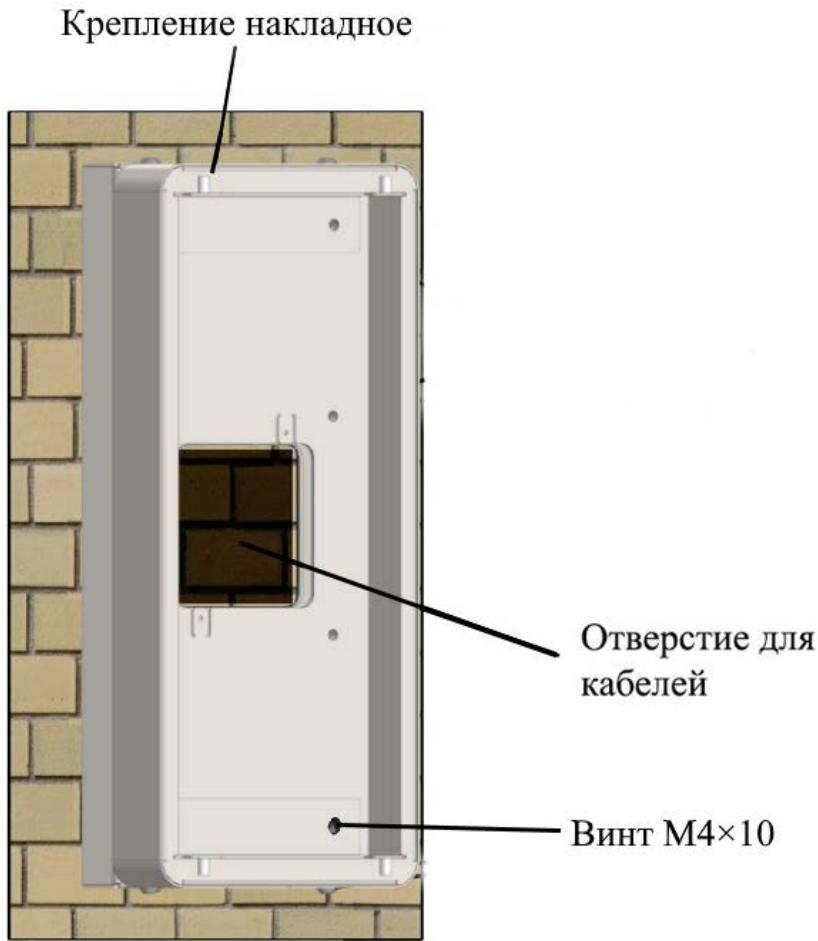

Рисунок 6 – Размещение крепления накладного
2.2.6. Приложить и прикрутить крепление накладное к крышке крепления поворотного винтами M4×10 (рисунок 6).